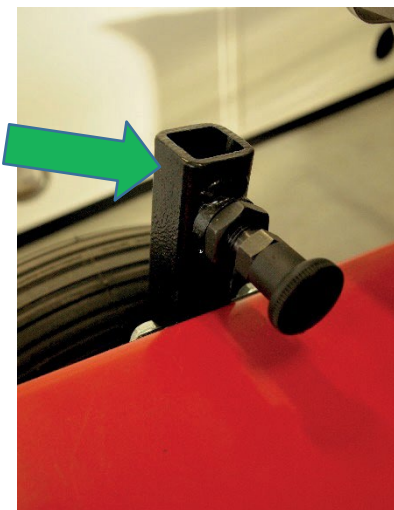
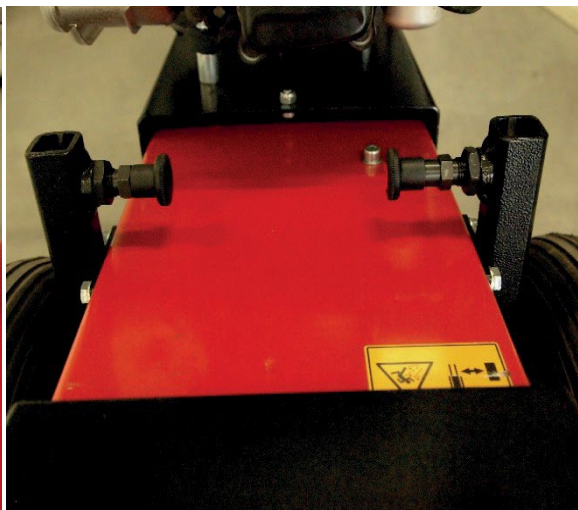
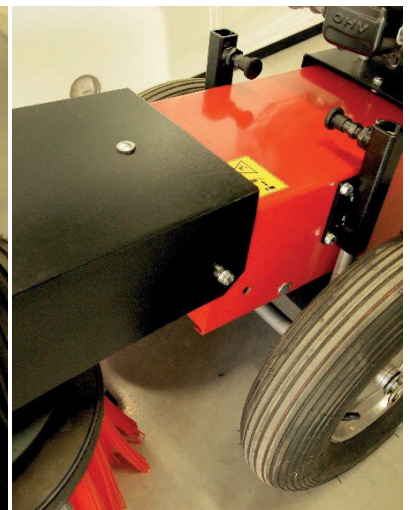

Fig. 3
Fig. 4
Fig. 5
- 2) **En ce qui concerne la brosse Weedee** : voir la Fig. 3 , Fig. 4 et la Fig. 5